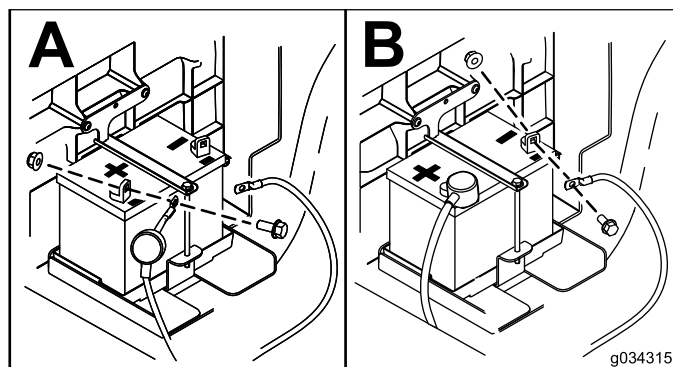

Figura 47
- Ligue a bateria como se mostra na Figura 47.